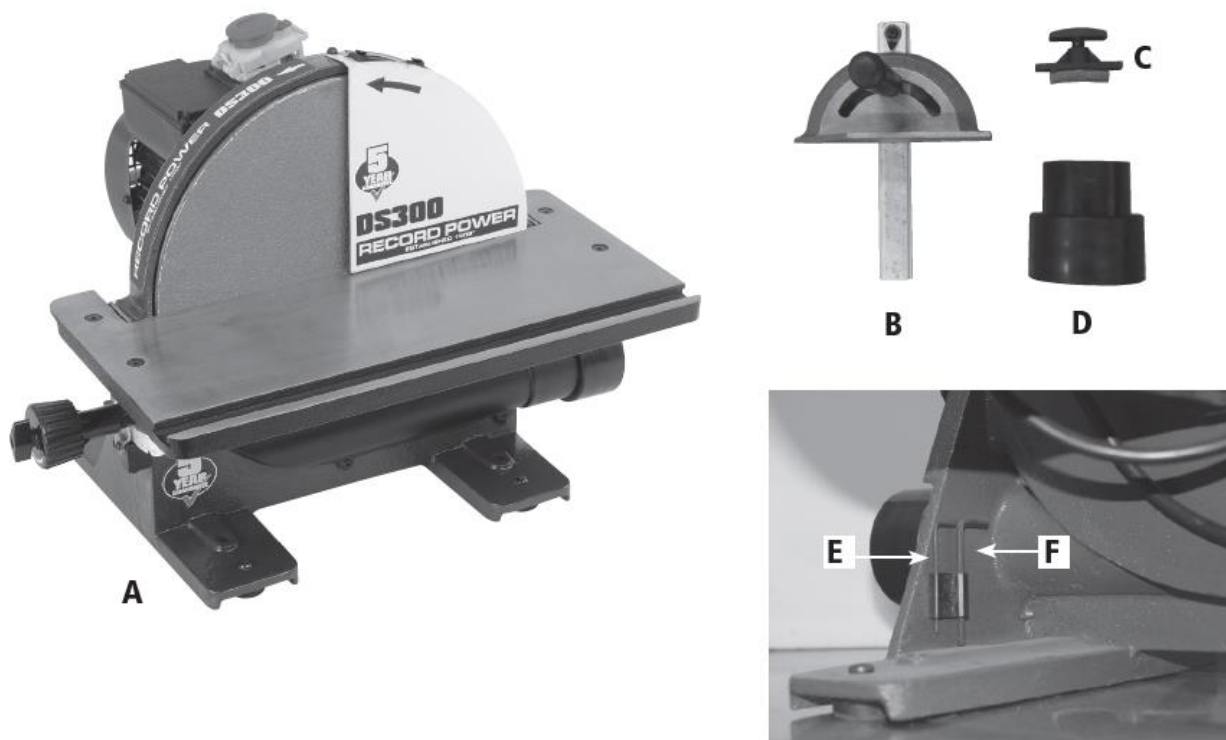

Рис. 6.1
*Шестигранные ключи можно хранить в специальных держателях инструмента, расположенных с обратной стороны станка, **Рис. 6.1**